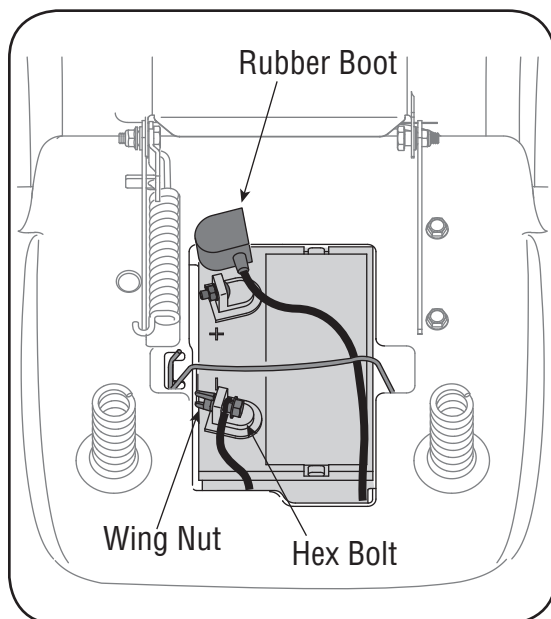

Figura 1
- Asegúrese que la tira de sujeción hacia abajo esté en la posición correcta sobre la batería, sujetándola en su lugar. Vea la Figura 1.